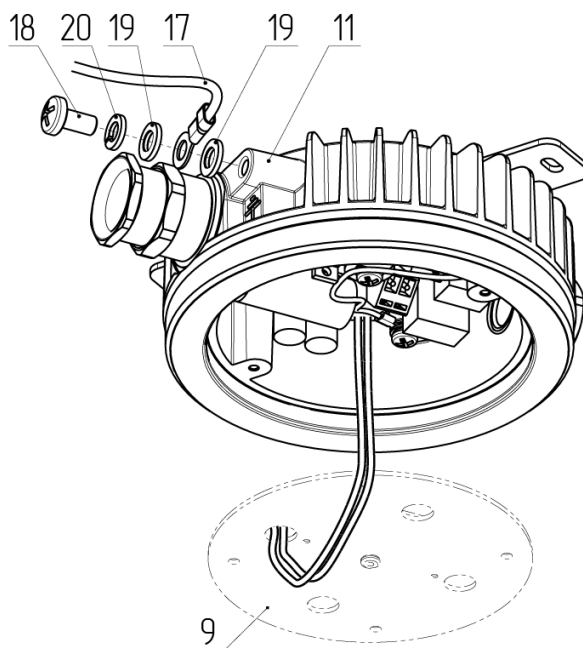

Рис. 7
4.1.7 – Отсоединить от корпуса 11 внешний кабель заземления 17, выкрутив винт заземления 18, шайбы 19 и 20 (см. рис. 7).